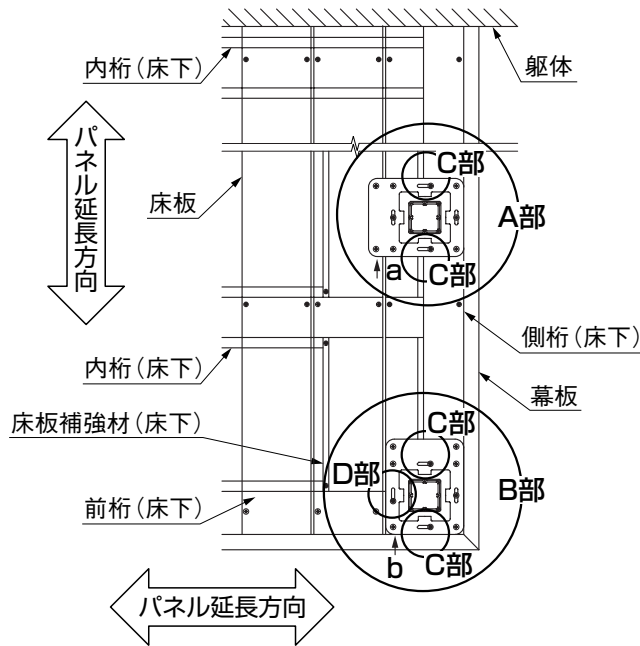

図3-1
- 図3-1は、フェンスを躯体に向かってデッキの右端に設置する場合を示しています。左端に設置するときは、左右反転しますので注意してください。
- 90°コーナー部のベースプレート設置方向は、図3-1 (B部) に対して反時計回りに90°回転しても構いません。